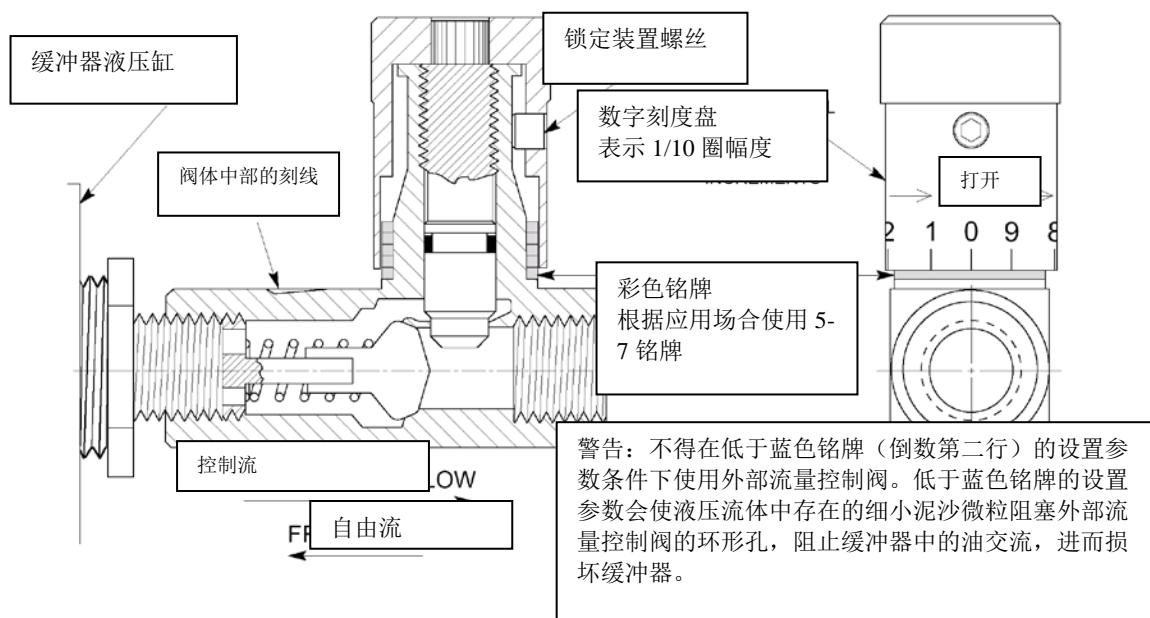

图 9 校准流量控制阀
7. 如果在阀门打开时观察到气压骤增，或在阀门关闭时听到有水锤噪音，可逐渐将相应的外部流量控制阀的设置参数调小，直到阀门达到最佳运行状态，具体请参见图 9。该装置的设计旨在将关闭时间控制在 5 到 30 秒。